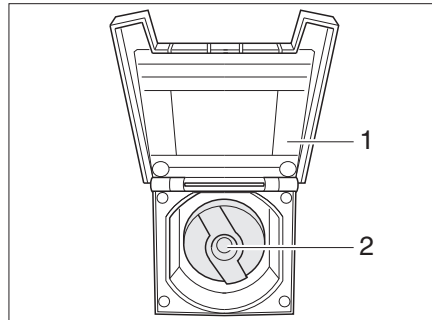

Bild 350 Verschlussdeckel für Trinkwasser-Einfüllstutzen
- Abdeckklappe (Bild 350,1) zum Trinkwasser-Einfüllstutzen öffnen. Der Deckel wird magnetisch an der Außenwand des Fahrzeugs gehalten.
- Schlüssel in Schließzylinder (Bild 350,2) stecken und eine viertel Umdrehung entgegen dem Uhrzeigersinn drehen.
- Trinkwasser-Einfüllstutzen (Bild 350) öffnen.